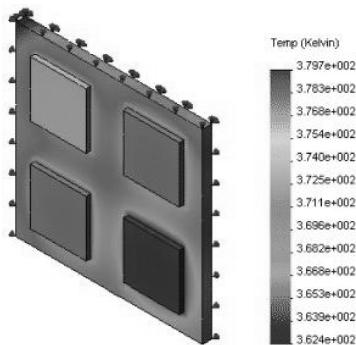

图 9-9 稳态热力分析结果图解
- 稳态热力分析：在这种分析中，只关心物体达到热平衡状态时的热力条件，而不关心达到这种状态所用的时间。达到热平衡时，进入模型中每个点的热能与离开该点的热能相等。一般来说，稳态分析所需的唯一材料属性是热导率，图 9-9 为某零件的稳态热力分析结果图解。